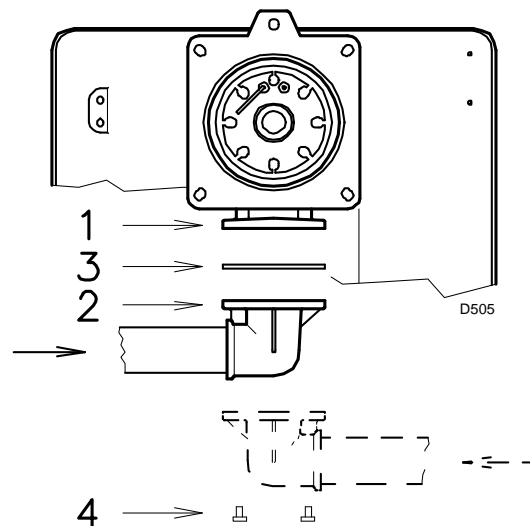

Abb. 17
- Die Armatur kann je nach Bedarf von rechts bzw. links zugeführt werden, siehe Abb. 17.
- Die Gasarmatur wird an den Gasanschluss 1) (Abb. 17) über den Flansch 2), die Dichtung 3) sowie die Schrauben 4) angeschlossen, die dem Brenner beiliegen.